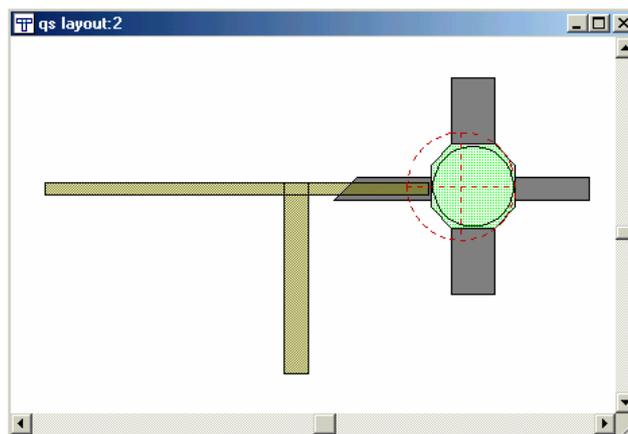

Рис. 4.13. Окончательная фиксация положения транзистора
2. Нажмите закладку **Layout** выберите **Use for anchor** и затем кликните **ОК**. Топологическая ячейка получит теперь следующий символ якоря, как показано на рис. 4.13.